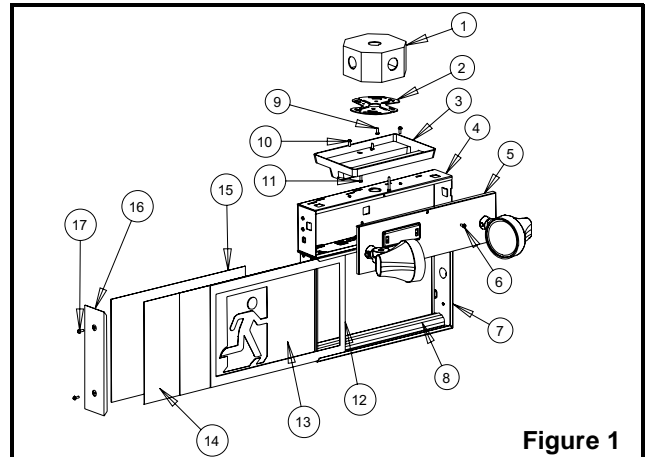

Figure 1
3. Pour ouvrir l'unité, enlever les vis de l'embout (voir figure 1) et glisser le panneau transparent avec bord de couleur, les deux panneaux pictogramme et le diffuseur opale (prendre note de l'ordre des panneaux retirés).